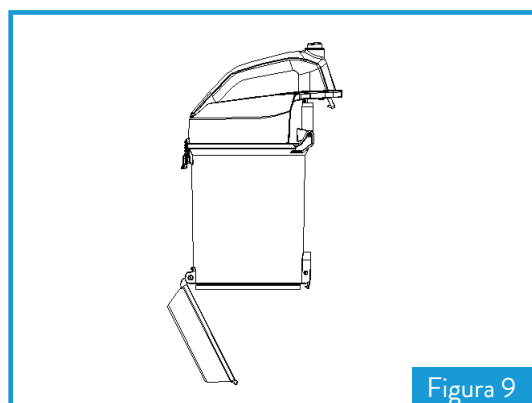

Figura 9
4. Como muestra la figura 9, cierre el recipiente para la basura levantando la tapa inferior, para continuar utilizando la aspiradora luego de su limpieza.